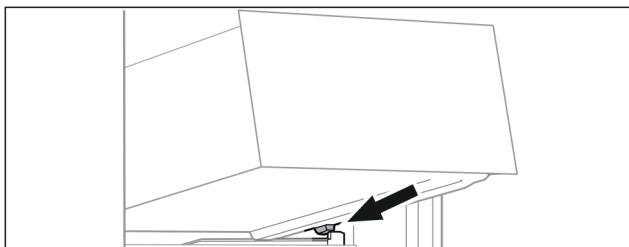

Fig. 87
- ▶ 将抽屉斜放在容器肋梁上的止动器后面。（参见 Fig. 87）